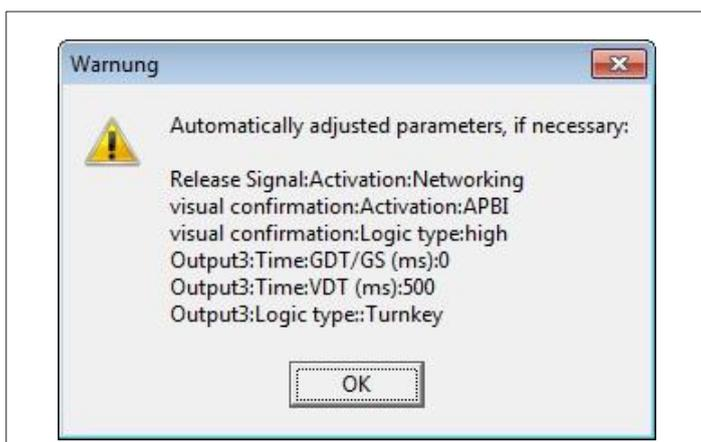

Рис. 59
- APBI: може застосовуватися лише в сполученні із застосуванням опції Networking, яка активується в меню Outputs. Сигнал на вході зворотного зв'язку або натиснення кнопки PB/S чи VPB активує візуальний зворотний сигнал. Зі свого боку, це зазвичай залежить від виходу пристрою, що перебуває в мережевому режимі, коли активовано опцію Networking. Див. також розділ «Мережевий режим» (рис. 59 та приклад 4 на стор. 40).